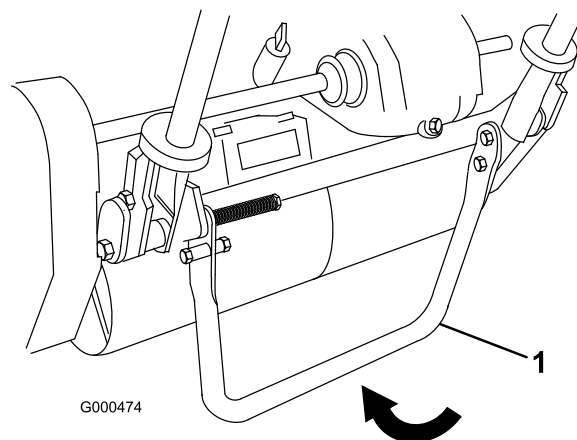

Figura 16
1. Empurre o apoio para baixo com o pé e puxe o manípulo para cima até que o apoio tenha rodado para a frente, em direcção ao centro (Figura 16).